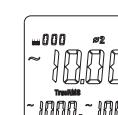

图7-3
- 然后按SELECT键选择第二相位φ2，如图7-3，显示相位φ2的有功功率kW值，电压V值，电流A值。